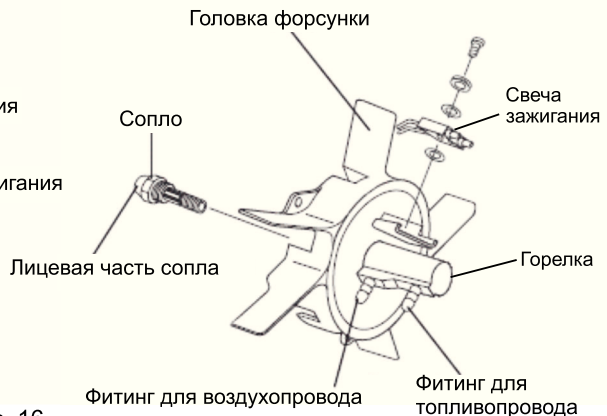

Рис. 16
4. Отсоедините провод от электродов свечи зажигания (рис. 16);